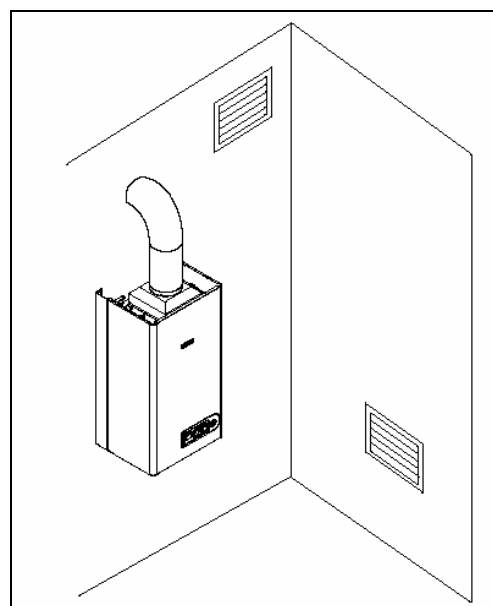

рис. 3.6
- Быстро мигает, загораясь на короткое время (с частотой раз в 0,1 секунды), вход/выход функции S.A.R.A. (Система Автоматического Регулирования Температуры в помещении) – рис. 3.6а.